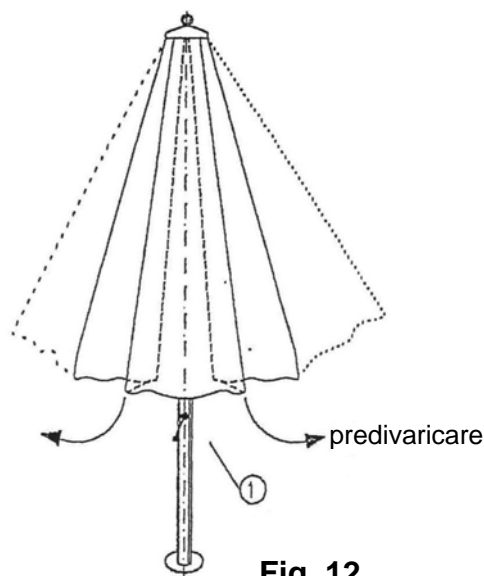

Fig. 12
- Divaricare a mano leggermente le stecche del tetto e muovere un pò il tessuto (fig. 12).
- Girare la manovella (1) in senso orario fino all'apertura completa dell'ombrellone.